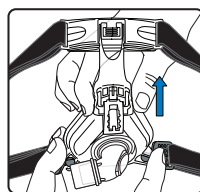

Figure 2
1. Positionner le StabilitySelector dans la position la plus levée (figure 2). Tenez le coussinet du masque sur votre nez.